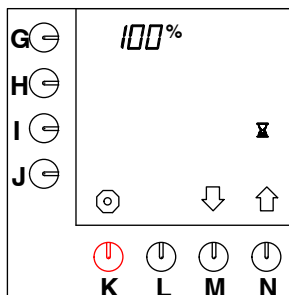

Fig. 35 Paustid 100%
- Tryck på valtangenten (N.)↑ tills fig. 35 visas på displayen.